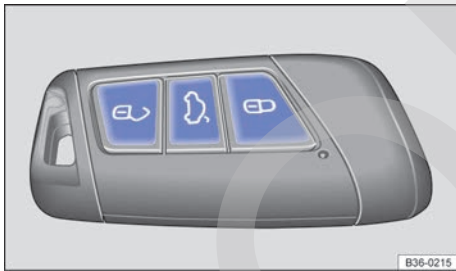

Fig. 76 Llave del vehículo: cierre centralizado.
Si se encuentra una llave del vehículo en el interior del mismo y se bloquea el vehículo desde fuera con una segunda llave, la llave que se encuentra en el interior del vehículo queda bloqueada para el arranque del motor → pág. 180. Para habilitar el arranque del motor hay que pulsar la tecla ①C de la llave que se encuentra en el interior del vehículo → fig. 76.